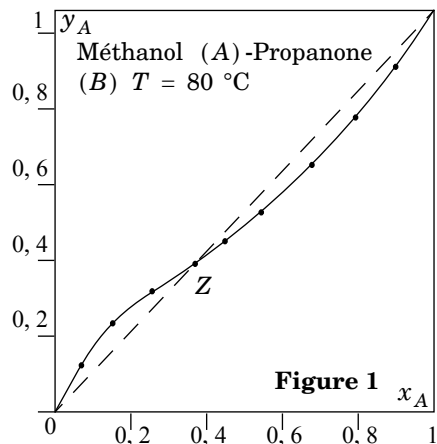

Figure 1
I.A.2) La figure 1 représente le diagramme carré du binaire Méthanol (A) - Propanone (B) à 80 °C .
- d) On souhaite tracer l'allure du diagramme isotherme (composition, pression) liquide-vapeur du binaire Méthanol-Propanone à 80 °C . Déduire de la figure 1 s'il doit apparaître dans ce tracé un maximum ou un minimum de pression, et préciser les natures des différents domaines et courbes du diagramme ainsi établi. On donne à 80 °C , $p_A^* = 1,81\text{ bar}$ et $p_B^* = 2,15\text{ bar}$.
- e) Dans le cas général, est-il possible de rencontrer un diagramme carré avec une courbe de concavité opposée à celle de la figure 1 (donc en forme de S) ? Si non, dites pourquoi ; si oui, dans quel cas ?
- Considérant les figures 1 et 2, comment interpréter l'évolution des diagrammes carrés avec la température ? On parle dans ce cas d'azéotropie *bornée* : commenter.
- À l'aide des figures 1 et 2, représenter schématiquement (comme au I.A.2-d) dans un unique système d'axes (composition, pression), l'évolution des diagrammes d'ELV du binaire Méthanol(A)-Propanone(B) avec la température. On échelonnera les différents diagrammes de bas en haut par températures croissantes. Quelle remarque peut-on faire quant à l'orientation de ces diagrammes dans le plan ?